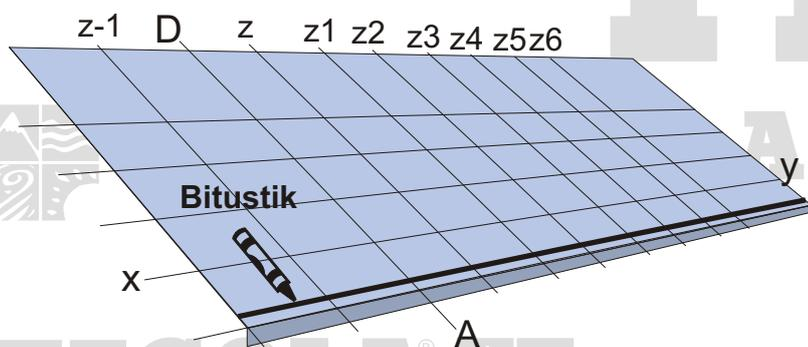

Abb. 2 Bitustick
- Einen dünnen Streifen Bitustick Kaltkleber auf die Trauflinie auftragen (Abb.2)